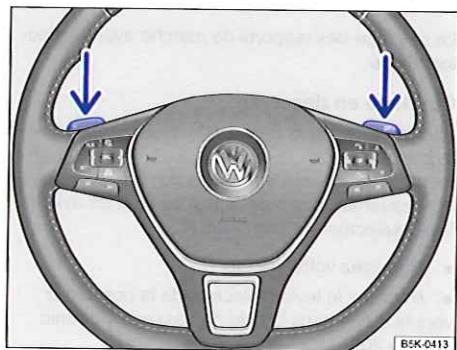

Fig. 148 Volant avec 2 palettes pour passage des rapports de la commande Tiptronic.
- Dans le programme de conduite **D** ou **S** ou dans la voie de passage Tiptronic, actionnez les palettes au volant → **fig. 148** (flèches).